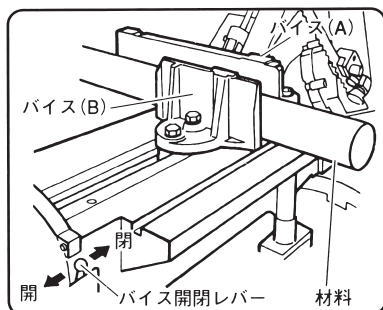

図 17
- (1) バイス(A)側のM 12 ボルトを付属のメガネレンチでゆるめ、バイスフレームを移動し、材料の中心付近にバイスプレートを移動する。
- (2) M 12 ボルトを締付ける。
- (3) バイス開閉レバー(図 17 参照)を「閉」方向に倒し、バイス(B)で材料を締付ける。
- (4) 160mm ハンドルを時計方向にまわし、バイスプレートで材料を締付ける。